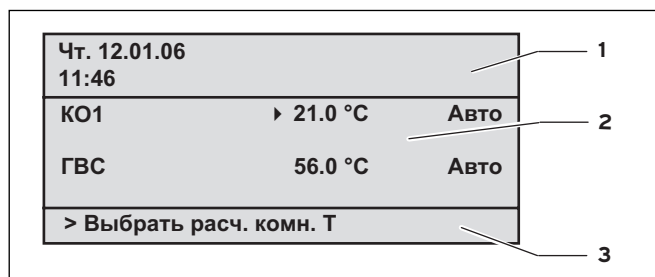

Рис. 4.2 Обзор дисплея (пример режима основной индикации)
- режим основной индикации (рис. 4.2)
Описанная далее концепция управления касается режима основной индикации (рис. 4.2) и разных страниц для индикации/ввода уровня эксплуатирующей стороны.
Исходная ситуация: Вы находитесь в режиме основной индикации (см. рис. 4.2). Как попасть в режим основной индикации, см. в гл. 4.3.3.
Нажатием на один или оба задатчика Вы переходите из упрощенного режима основной индикации на следующую дисплейную страницу (см. рис. 4.2).